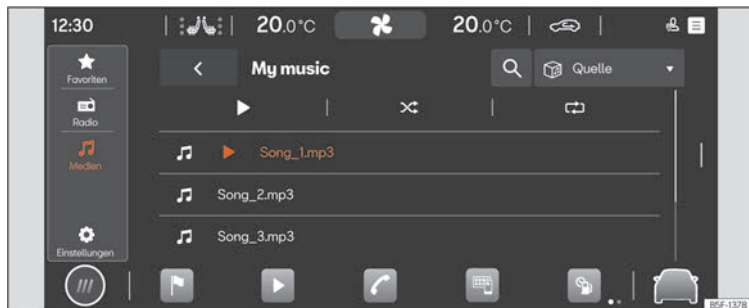

Abb. 155 Schematische Darstellung: Ansicht Medien
- Drücken Sie **HOME > ► > 🎵 >>> Abb. 155**.